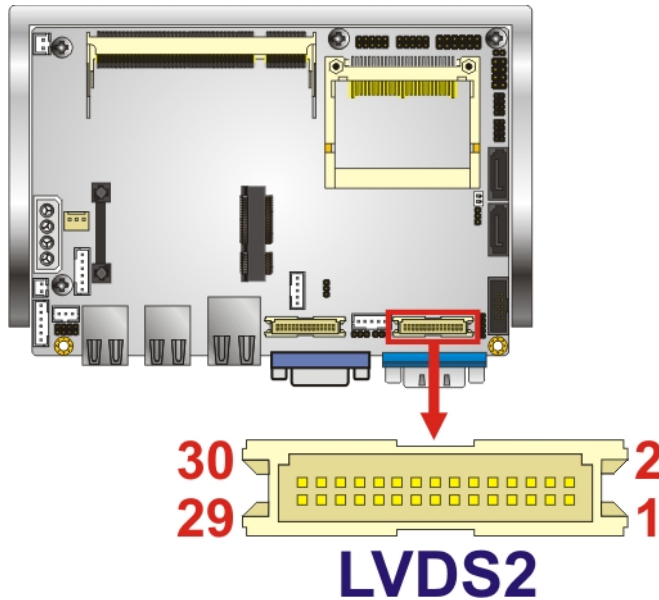

Figure 3-13: LVDS2 Location
- CN Location:** See **Figure 3-13**